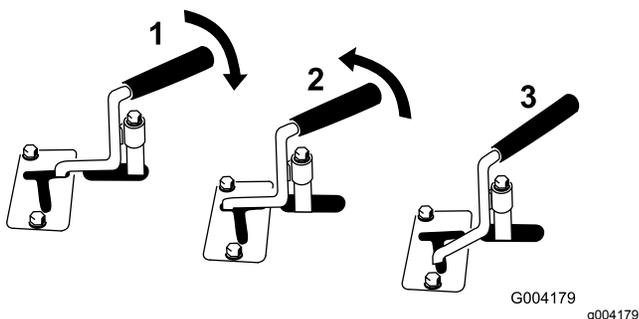

Рисунок 12
- Чтобы гидравлическое навесное орудие начало двигаться в направлении вперед, поверните рычаг вспомогательной гидравлики назад и потяните его в сторону контрольной штанги (Рисунок 12, номер 1).
- Для того чтобы гидравлическое навесное орудие начало двигаться в обратном направлении, поверните рычаг вспомогательной гидравлики назад, затем сдвиньте его влево, в верхний паз (Рисунок 12, номер 2).
**Примечание:** При отпускании рычага из положения движения ВПЕРЕД рычаг автоматически вернется в НЕЙТРАЛЬНОЕ положение (Рисунок 12, номер 3). Если рычаг находится в положении ЗАДНЕГО ХОДА, он будет оставаться в этом